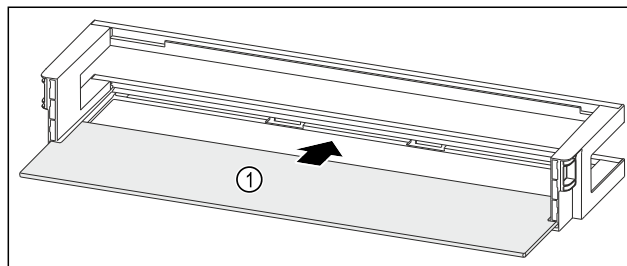

Fig. 121 Dvevní přihrádka s odkládací plochou
- Odkládací plochu Fig. 121 (1) zasuněte do bočních vybrání.